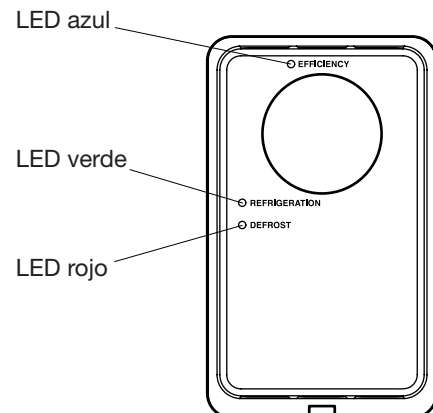
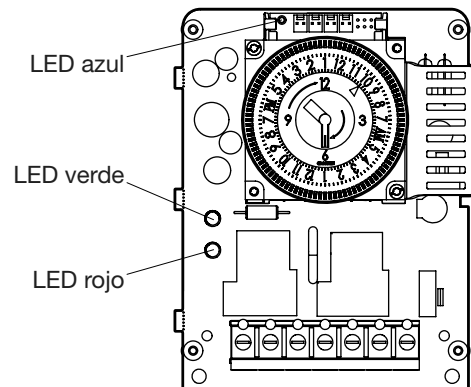

FIG. 12 LED (se muestra el modelo adjunto)
FIG. 13 LED
5. Consulte la TABLA 2 y la FIG. 12 o FIG. 13 para verificar el funcionamiento correcto del control DDT40.